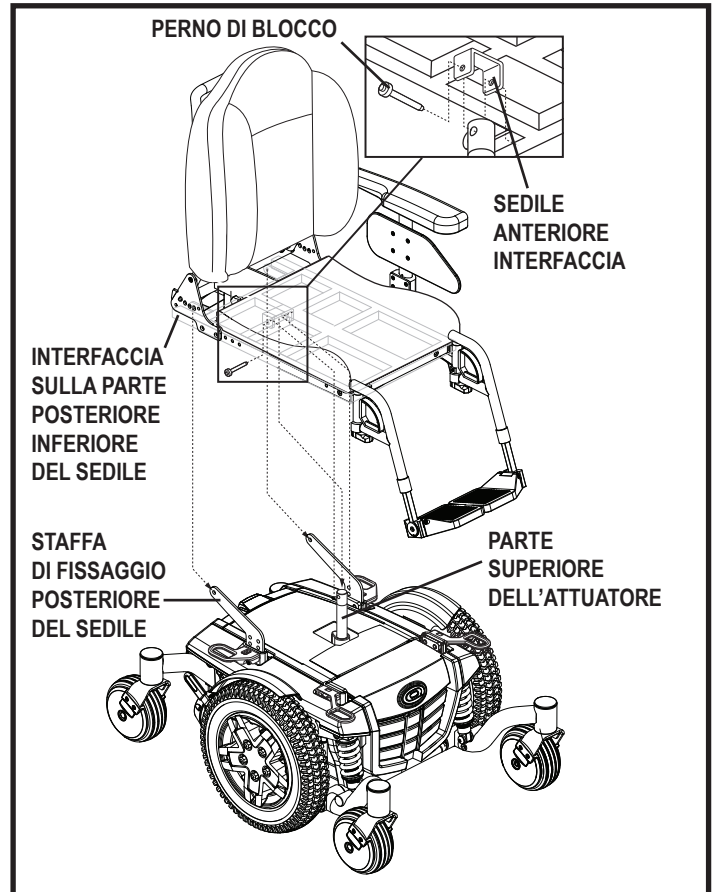

Figura 7. Sistema di montaggio universale e sedile speciale
1. Inclinare il sedile all'indietro, allineare le interfacce sul lato posteriore in fondo al sedile con le staffe fissaggio della base di alimentazione e fissare con gli appositi accessori. Vedere la figura 7.
2. Rimuovere il perno di arresto dall'interfaccia anteriore del sedile. **Vedere la figura 7.**
3. Ruotare il sedile all'indietro ed estrarlo dalla base di alimentazione, rimuovendo la bulloneria che unisce le staffe di fissaggio posteriori del sedile alle interfacce nella parte inferiore sul retro del sedile. **Vedere la figura 7.**
8. Reinstallare il perno di arresto sulla parte superiore dell'attuatore di basculamento usando il perno stesso. **Vedere la figura 7.**